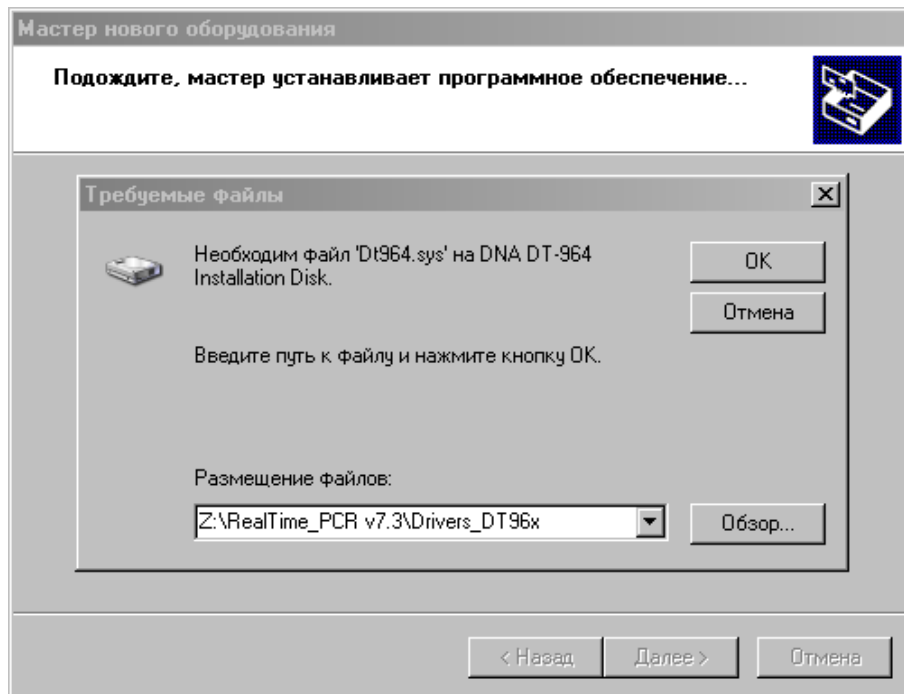

Рис.12. Поиск файла Dt964R.sys на компакт-диске
- В следующем окне мастера (Рис.12) укажите путь к файлу Dt964.sys на компакт-диске для чего нажмите кнопку **Обзор**.
- Убедившись, что путь к файлу в окне (Рис.12) указан правильно, нажмите кнопку .